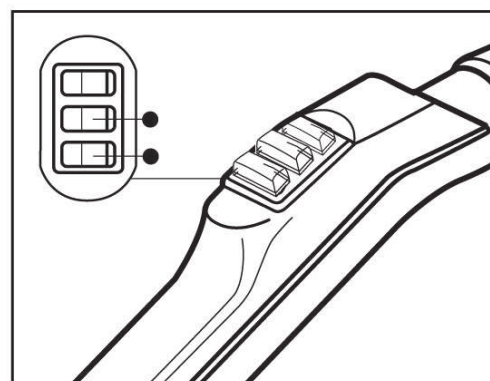
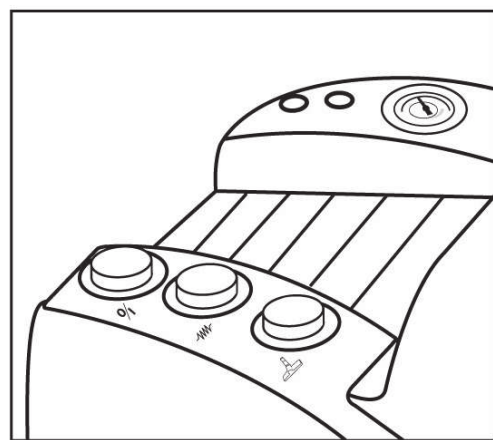

Fig. 14
Fig. 15
Stäng av omkopplarna för ånga och dammsugning på handtaget (21) (Fig. 14). Stäng strömbrytarna på apparaten (Fig. 15) och dra ut stickproppen ur eluttaget.